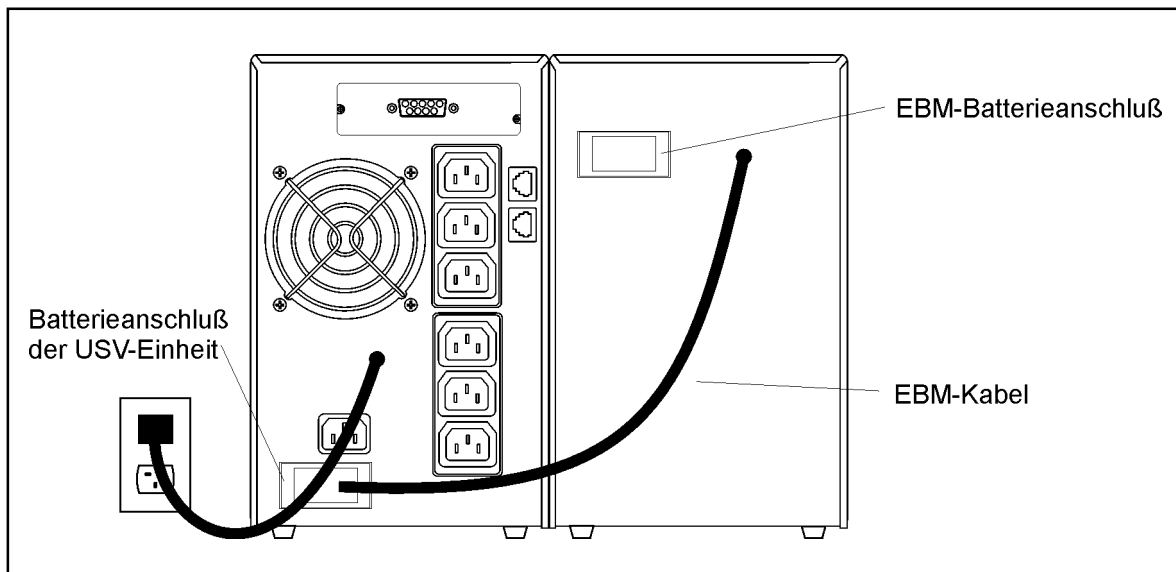

Abb. 12 EBM-Anschlüsse
3. Neues Batteriemodul wie in Abb. 12 gezeigt an die USV-Einheit anschließen.